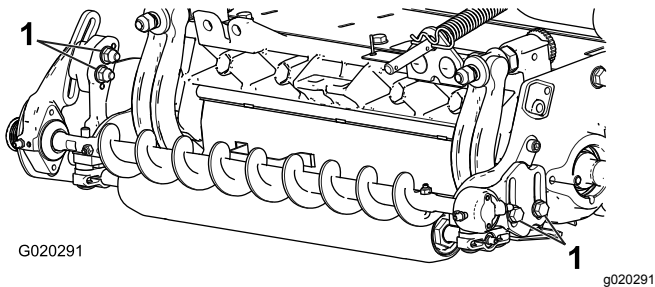

図 17
27. 各ローラブラシベアリングハウジングをローラブラシ取り付けブラケットに固定しているボルト 2 本をゆるめる 図 17。